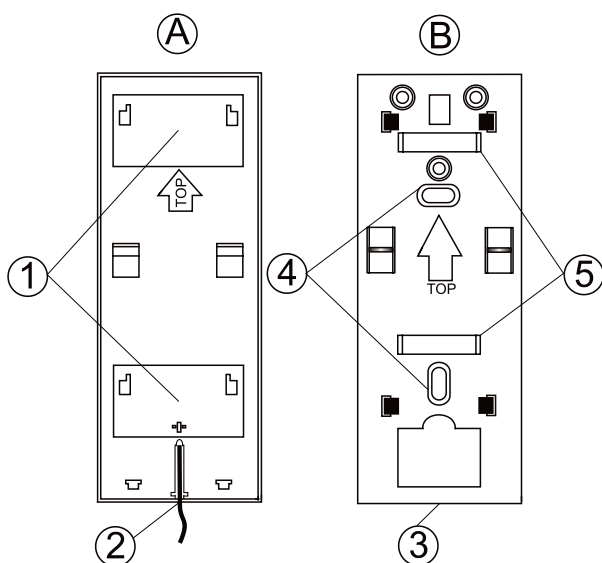

Abb. 2 Vorbereitung für die Installation:
Die Antenne wird unzerlegbar, mit einer Kabelzuleitung von 2 m Länge geliefert. Im Lieferumfang ist auch die Installationsunterlage (Abb. 2 - B) enthalten, die eine Installation mit Schrauben oder auf der Stabhalterung ermöglicht.
- Für die Installation mit Hilfe von Schrauben verwenden Sie die Installationsunterlage (Abb. 2 – B). Zuerst installieren Sie die Installationsunterlage am gewünschten Ort (nutzen Sie die Öffnungen für Schrauben - 4), dann lassen Sie den Körper der Antenne von oben nach unten in der Unterlage einrasten.
- Die Installation auf geradem Untergrund kann mit beidseitigen Aufklebern (im Lieferumfang enthalten) durchgeführt werden. Auf der Antennen-Rückseite (Abb. 2 – A) stehen zwei Positionen (1) ohne Kerben für diese bereit.
- Für die Installation an der Stabhalterung muss die Installationsunterlage (Abb. 2 – B) verwendet werden. Zuerst befestigen Sie die Installationsunterlage (B) mit zwei Kabelbindern (im Lieferumfang enthalten) an der Stabhalterung. Nutzen Sie die dafür die vorgesehenen Öffnungen (5). Dann lassen Sie den Körper der Antenne von oben nach unten in der Installationsunterlage (B) einrasten.